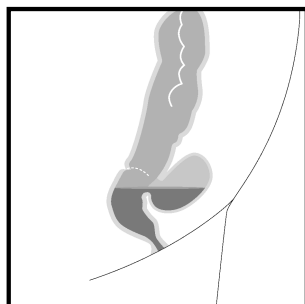

Fig. 1
3. Misurare visivamente la cavità della perdita (lunghezza e diametro) utilizzando l'endoscopio per determinare la lunghezza e il diametro della spugna. La misura della spugna deve essere scelta in modo che essa stia solo all'interno della cavità della perdita, senza toccare la mucosa intatta. Dopo la misurazione, l'endoscopio viene rimosso (Fig. 1).